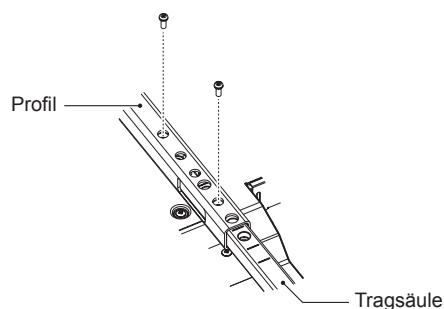

Abbildung 2
2. Fixieren Sie die Tragsäule mit den beigelegten Schrauben im Profil. Drehen Sie die Schrauben in die beiden Schraubenbohrungen im Profil ein (Abbildung 2).